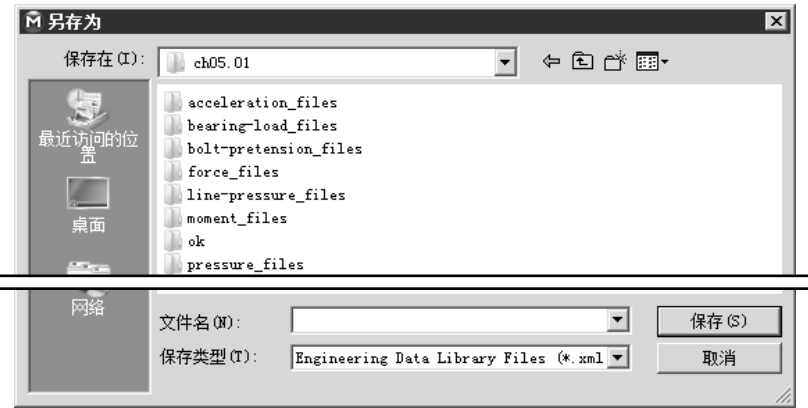

图 4.2.15 “另存为”对话框
- **Export...** 选项：将定义的载荷导出。选中该选项，弹出图 4.2.15 所示的“另存为”对话框，输入文件名称，单击 **保存(S)** 按钮，即可导出载荷文件。